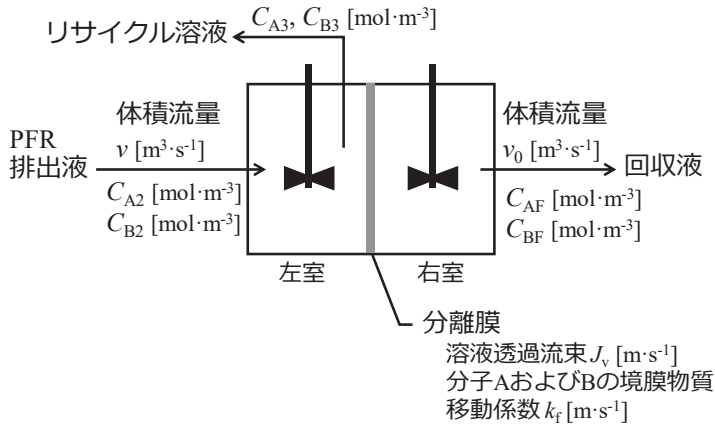

図2 膜分離装置の概略図
(2) リサイクルプロセスに用いる分離装置として、図2の膜分離装置を使用する。
分子Aについて、 $C_p$ および $C_b$ が図2のどの濃度に相当するか、答えなさい。また、図2の分離膜の分子Aに対する見かけの阻止率 $R_{obs,A}$  [-]を体積流量 $v$ ,  $v_0$ 、および分子Aのモル回収率 $\alpha_A$ を用いて書き表しなさい。
(2-4)  $k_f = D/\delta$ とすると、分子Aの左室側膜面濃度 $C_{m,A}$ を図2に与えられたパラメータを用いて書き表しなさい。